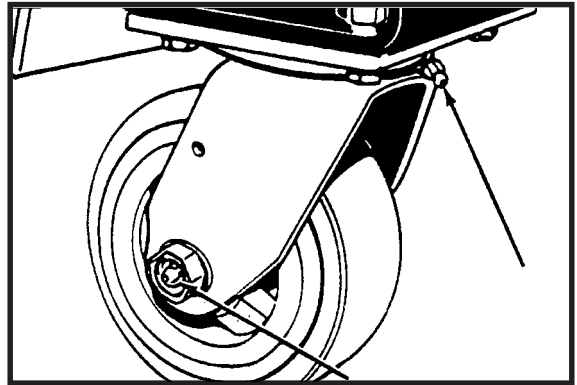

Abbildung 6
3. Das Röllchen mit einer Fettpumpe schmieren. (Siehe Abb. 6)